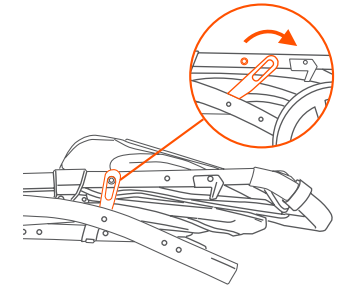

Fig. 1a
1) • Release the fold latch (Fig. 1a).
- Suelte el pestillo para plegar. (Fig. 1a).
- Déverrouillez le levier de desserrage (Fig. 1a).